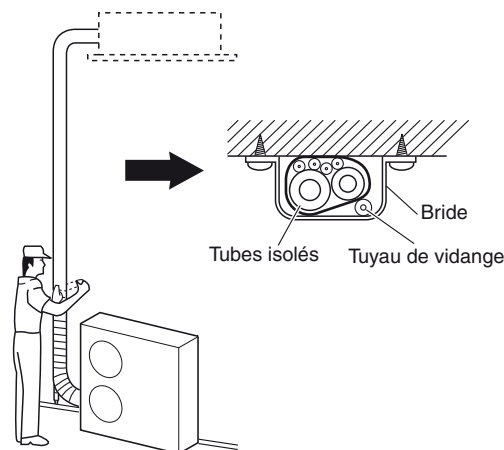

Fig.5-9
- (1) A ce moment, les tubes de réfrigérant (et le câblage électrique si les codes locaux le permettent) devraient être branchés ensemble avec du ruban d'armature en 1 faisceau. Pour éviter que le condensat ne déborde du carter de purge, garder le tuyau de purge séparé du tube de réfrigérant.
- (2) Enrouler le ruban d'armature par le bas de l'unité extérieure jusqu'en haut du tube lorsqu'il entre le mur. Lorsque vous enroulez le ruban, chevauchez la moitié de chaque tour de ruban précédent.
- (3) Brider le lien de tube au mur en utilisant approx. 1 bride à chaque mètre. (Fig. 5-9)